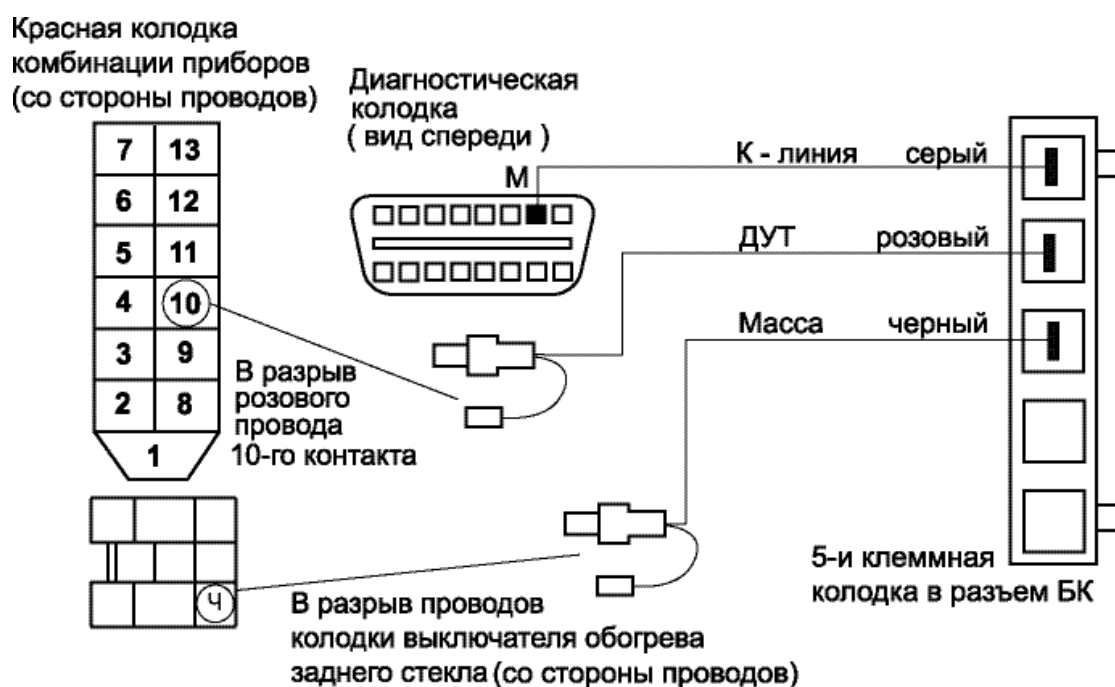

Рис.1 Схема подключения БК к бортовой сети
3. Подключите провода от 5-и клеммной колодки БК (прилагается в комплекте) в соответствии с рис. 1.